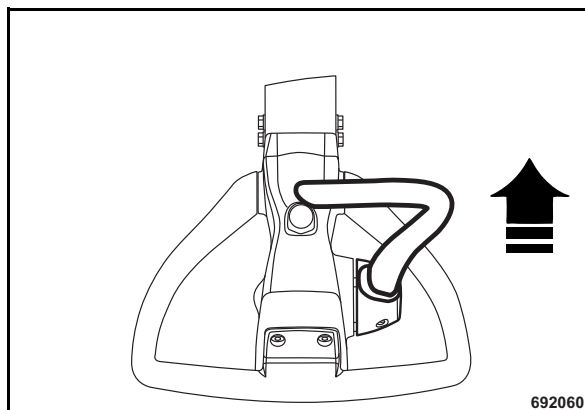

Fig. 61
- Mantener la palanca de marcha en posición hacia delante (Fig. 61).